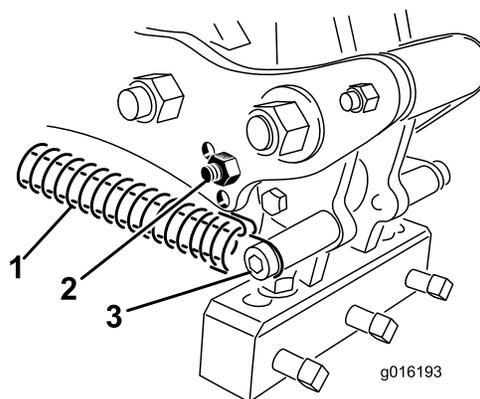

Рисунок 39
3. Снимите пружину растяжения с головки с зубьями (Рисунок 39).
4. Извлеките из рычага упорный болт и упор и переставьте их в другое регулировочное отверстие (Рисунок 39).